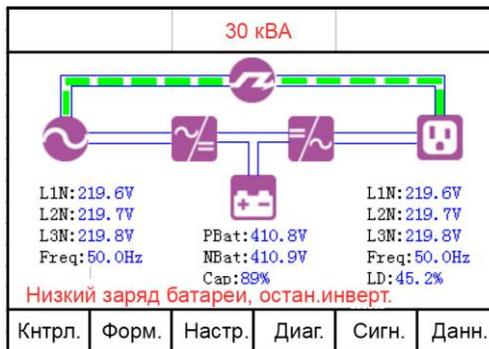

Рисунок 5.2 Экран 0.0 главного меню
5.3.1 Главное меню (экран меню 0.0). Рис. 5.2